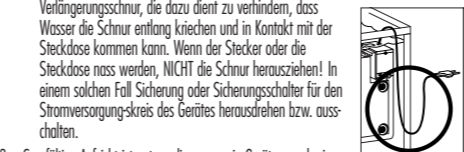

Abb.1
E) To avoid the possibility of the appliance plug or receptacle getting wet, position the appliance to one side of a wall-mounted receptacle and prevent water from dripping onto the receptacle or plug. A "drip loop" (see Fig.1) should be arranged for the cord connecting appliance to receptacle. The "drip loop" is that part of the cord below the level of the receptacle or the connector if an extension cord is used, to prevent water traveling along the cord and coming in contact with the receptacle.
E) Afin d'éviter que la fiche ou la prise de courant soit mouillée, placer l'aquarium et le support d'un côté de la prise de courant murelle et faire en sorte que l'eau ne s'échappe pas dans la prise de courant. Un "col de cygne" (fig. 1) est la partie du cordon sous la prise de courant et le raccord, si une rallonge est utilisée, afin d'empêcher l'eau de glisser le long du cordon et d'entrer en contact avec la prise de courant. Un "col de cygne" doit être formé par l'usageur pour chaque cordon d'alimentation joignant un appareil d'aquarium à une prise de courant.
E) Um zu vermeiden, dass Gerätestecker oder -steckdose nass werden können, ist das Gerät an einer Seite einer Wand-Steckdose so anzuordnen, dass kein Wasser auf die Steckdose oder den Stecker tropfen kann. Eine "Tropfenschleife" (siehe Abb. 1) soll in der Verbindungsschnur zwischen Gerät und Steckdose ausgebildet werden. Die Tropfenschleife ist der Teil der Verbindungsschnur unterhalb der Höhe der Steckdose oder der Anschlussdose bei Verwendung einer Verlängerungsschnur, die dazu dient zu verhindern, dass Wasser die Schnur entlang kriechen und in Kontakt mit der Steckdose kommen kann. Wenn der Stecker oder die Steckdose nass werden, NICHT die Schnur herausziehen! In einem solchen Fall Sicherung oder Sicherungsschalter für den Stromversorgungs-kreis des Gerätes herausdrehen bzw. ausschalten.